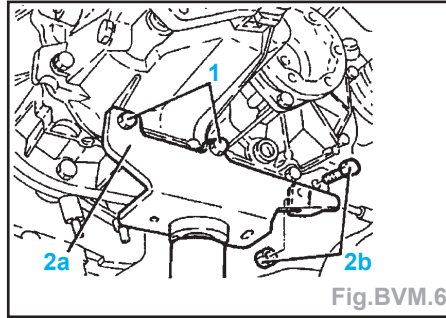

Fig. BVM.6
- Déposer les deux vis (1), monter l'outil (2a) sur un vérin hydraulique et le fixer avec les vis (1) et le boulon (2b) (Fig. BVM.6).